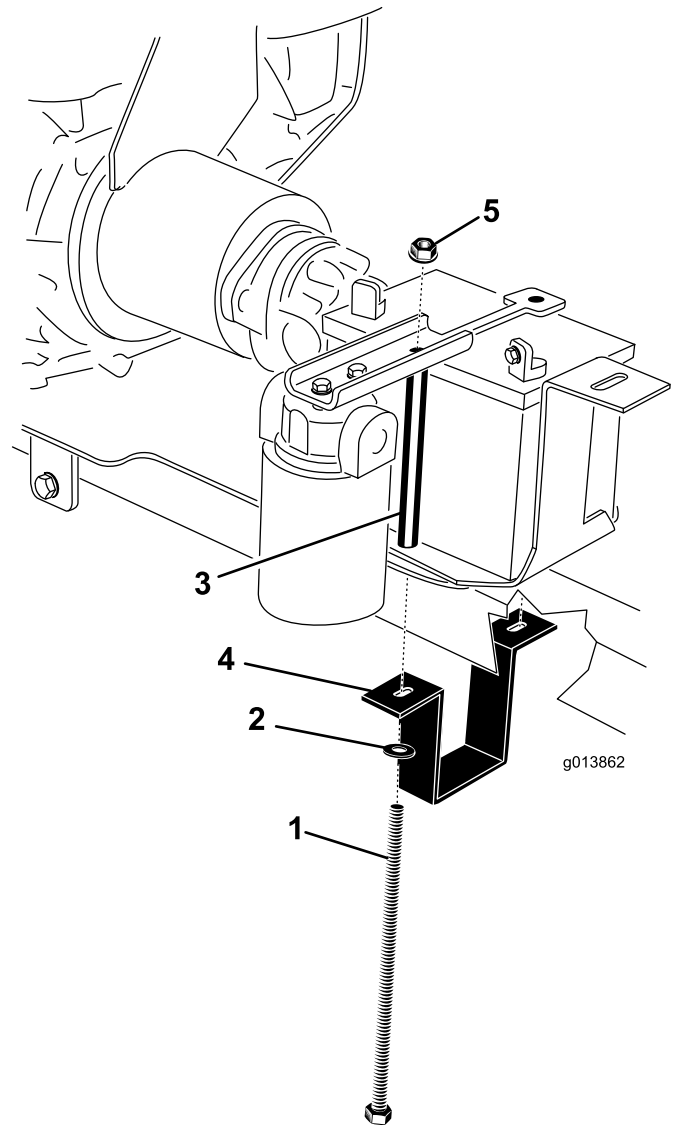

Figura 8
1. Barra del enganche 2. Pernos de montaje (2)
22. Ajuste el soporte de montaje del motor de manera que quede apretado contra la barra de enganche. Termine de apretar los dos pernos que sujetan los soportes de montaje del motor a la placa de montaje del motor (Figura 8).
24. Coloque la batería en la bandeja, posicionando los bornes según se indica en Figura 8.
25. Coloque la pletina de sujeción de la batería en la batería (Figura 8).
26. Sujete el soporte de montaje de la batería alrededor de la parte inferior de la barra de enganche (Figura 8).
27. En el lado derecho, instale un perno de la batería a través de la arandela, el soporte de montaje de la batería, la placa de montaje del motor, la bandeja de la batería y la pletina de sujeción. Instale provisionalmente una tuerca con arandela prensada (Figura 8).
28. En el lado izquierdo, instale un perno de la batería a través de la arandela, el soporte de montaje de la batería, la placa de montaje del motor, la bandeja de la batería, el tubo del perno de la batería y la pletina de sujeción. Instale provisionalmente una tuerca con arandela prensada (Figura 8).